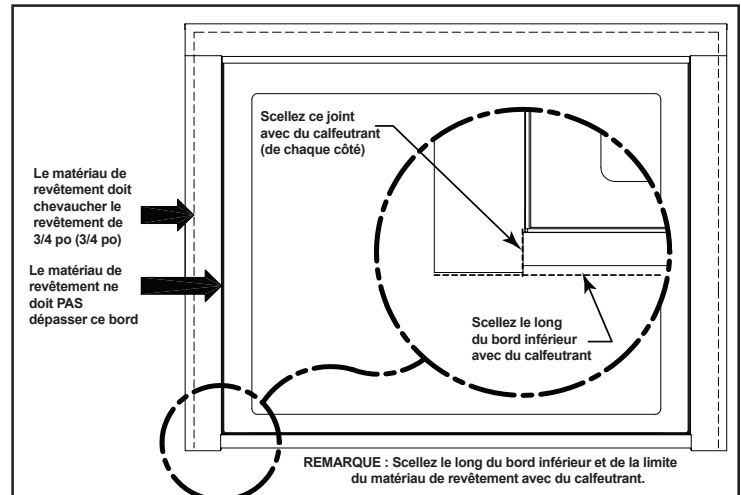

Figure 10.2
1. Posez le matériau de revêtement de manière à ce qu'il dépasse d'au moins 3/4 po (19 mm) sur la face du foyer, appliquez un scellant adhésif résistant aux intempéries et aux hautes températures entre la face du foyer et le matériau de revêtement afin de garantir l'étanchéité du foyer face aux intempéries extérieures, conformément aux paramètres indiqués à la figure 10.2.
4. Posez le matériau de revêtement de manière à ce qu'il chevauche le foyer d'au moins 3/4 po (19 mm), et appliquez un scellant adhésif résistant aux intempéries et aux hautes températures sur tout le périmètre du matériau de charpente et du foyer. Veillez également à calfeutrer le bord inférieur du foyer. Voir la figure 10.2.